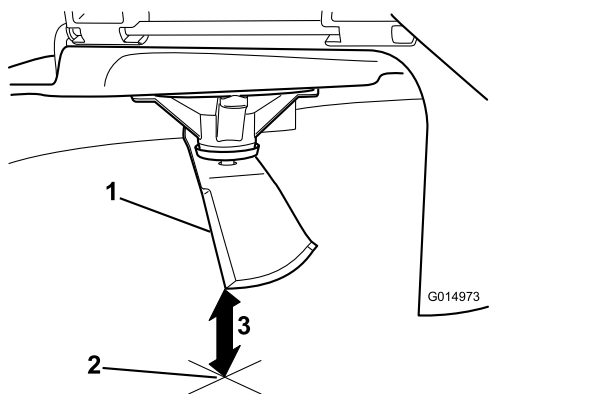

**Figura 63**
4. Ruotate la stessa lama di 180 gradi in modo che il tagliente opposto si trovi ora nella stessa posizione (**Figura 63**).